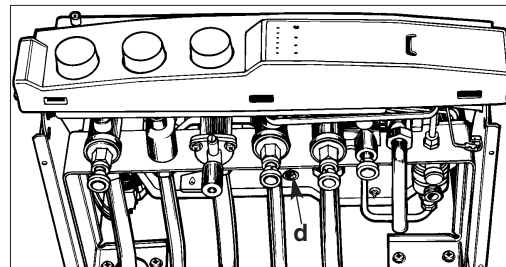
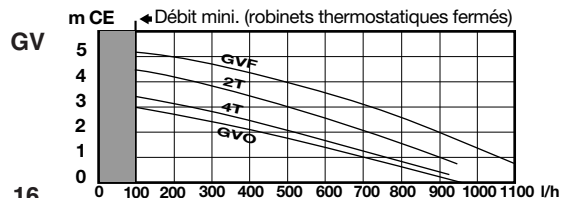

Fig. 15
Fig. 16
- Commutateur "2" à gauche : GV, courbes fig. 16, (réglage d'usine).
Agir sur le vis "d" (fig.15) de réglage du by-pass, visible sous la barrette hydraulique (dévisser pour ouvrir) afin d'adapter la hauteur manométrique disponible aux pertes de charge de l'installation, selon les courbes des diagrammes **GV** ou **PV** (fig. 16 ou 17).